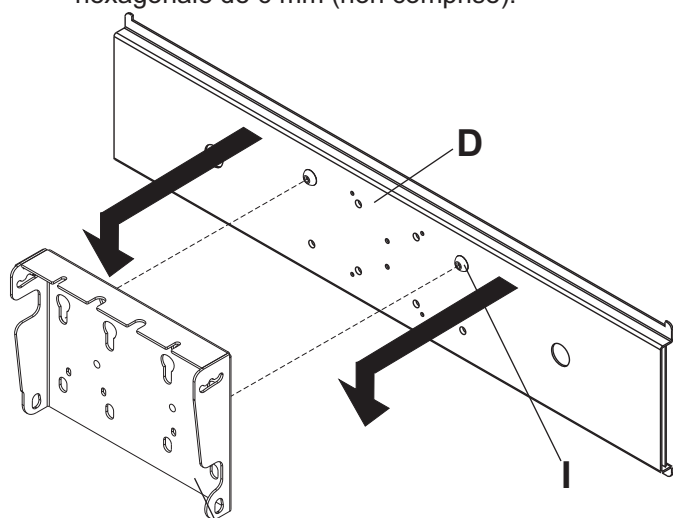

fig. 7.1
- 6** Posez la plaque d'installation sur les bras coulissants du support mural (G) pour les faire tenir en place.
- 7** Serrez deux vis M10 x 15 mm (I), en laissant 0,25 po de filetage exposé, dans les trous supérieurs de l'arrière de la plaque d'adaptation (D). Accrochez la plaque d'adaptation (D) à la plaque de montage et fixez-la à l'aide de deux vis de fond M10 x 15 mm (I) comme illustré aux figures 7.1 et 7.2. Serrez les vis à l'aide d'une clé hexagonale de 6 mm (non comprise).